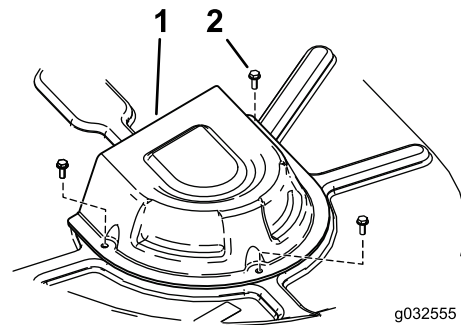

Figure 62
4. Déposez les couvercles de poulie (Figure 62).
8. Reposez les couvercles de poulie (Figure 62).